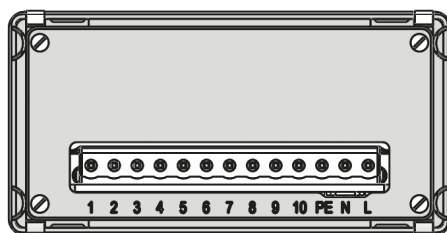

Abb. 2: Elektrische Anschlüsse bei Geberzugang: PP, OC, ohne Schnittstelle, ohne Schaltausgang, für Inkremental, Drehzahl, Stückzahl
- 1x 13 pol. Steckleiste (siehe Abb. 2).